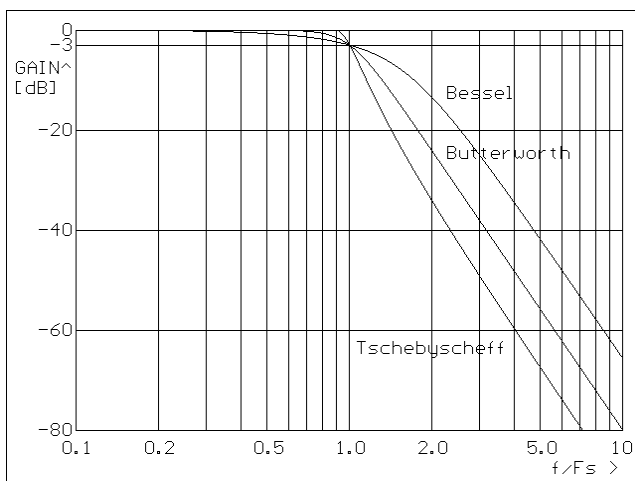

Abb. 7 - Amplitudengang
2. Man setzt im Sperrbereich eine in der Anwendung erforderliche Mindestdämpfung fest und liest die zugehörige Frequenz in Abb. 7 von der x-Achse ab
Soll nun ein Bessel-Filter eine (Nutz-)Frequenz von 200 Hz noch zu weniger als 0,5 dB dämpfen, so muss die Eckfrequenz $200 \text{ Hz} / 0,41 = 488 \text{ Hz}$ betragen. Ein Butterworth-Filter könnte die Eckfrequenz von $200 \text{ Hz} / 0,77 = 260 \text{ Hz}$ haben, ein Tschebyscheff-Filter $200 \text{ Hz} / 0,93 = 215 \text{ Hz}$. Wie in Abb. 7 abzulesen ist, würde ein 488 Hz-Bessel-Tiefpass eine Einstreuung von 1000 Hz ($f/F_s = 1000/488 = 2,05$) mit -14 dB bedämpfen. Für ein 260 Hz-Butterworth-Filter liegen die 1000 Hz an der Stelle $f/F_s = 1000 / 260 = 3,85$. Dort erreicht das Butterworth-Filter schon eine Dämpfung von -47 dB. Das 215 Hz-Tschebyscheff-Filter hat an der Stelle $f/F_s = 1000 / 215 = 4,65$ sogar schon eine Dämpfung von -65 dB.